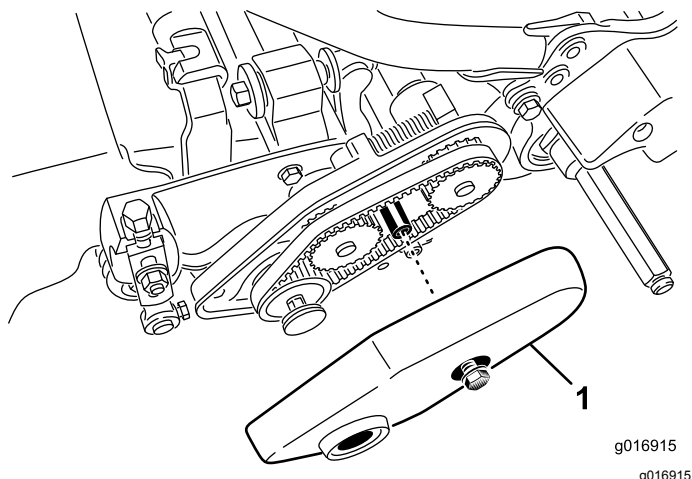

Figure 19
2. Desserrez le boulon à embase qui fixe le couvercle de la courroie et déposez le couvercle pour exposer la courroie (Figure 19).